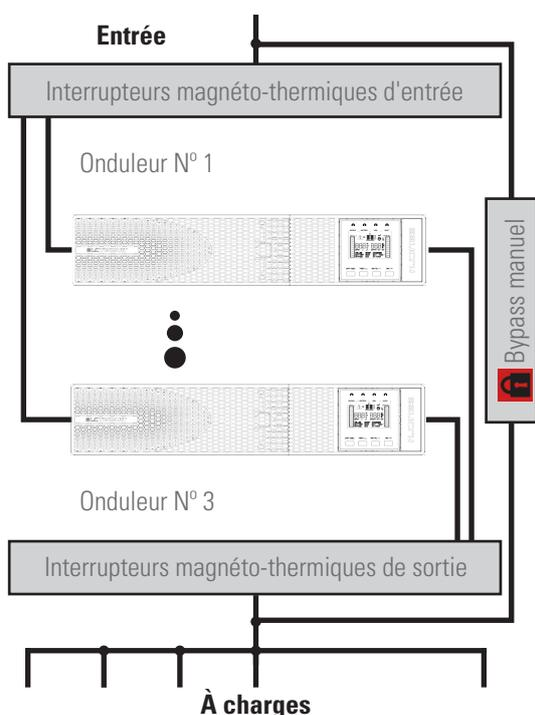

Fig. 18. Installation en parallèle de 2 onduleurs de 4 à 10 kVA avec tableau de protections et bypass manuel.
- Il est nécessaire de prévoir l'installation des systèmes en parallèle, un tableau avec des protections individuelles d'entrée et de sortie, en plus d'un bypass manuel à blocage mécanique, voir Fig. 18.
- Dans la Fig. 18 un tableau électrique avec bypass manuel est représenté conceptuellement pour un système en parallèle, représentatif d'un seul équipement adaptant le nombre d'interrupteurs.